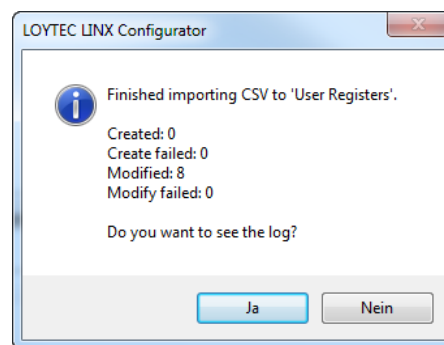

Abbildung 73: Report für ein importiertes Datenpunkt-CSV.
3. Wählen Sie eine CSV-Datei für den Import aus. Der Configurator öffnet die Datei und wendet die Eigenschaften auf bestehende Datenpunkte an. Zum Abschluss wird ein Report angezeigt wie in Abbildung 73 dargestellt.